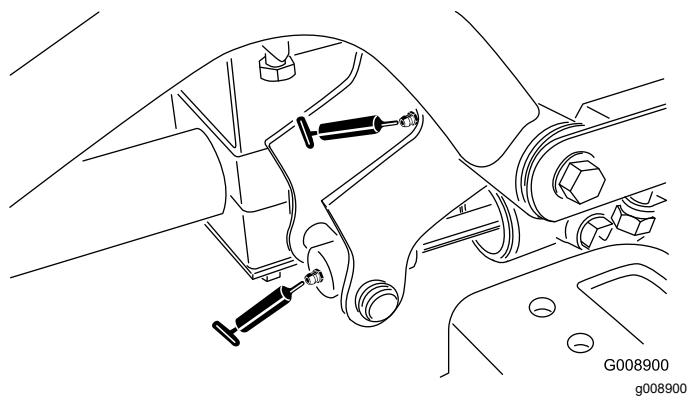

Figure 51
- Pivot de bras de levage avant droit et vérin de levage (2) (Figure 51)